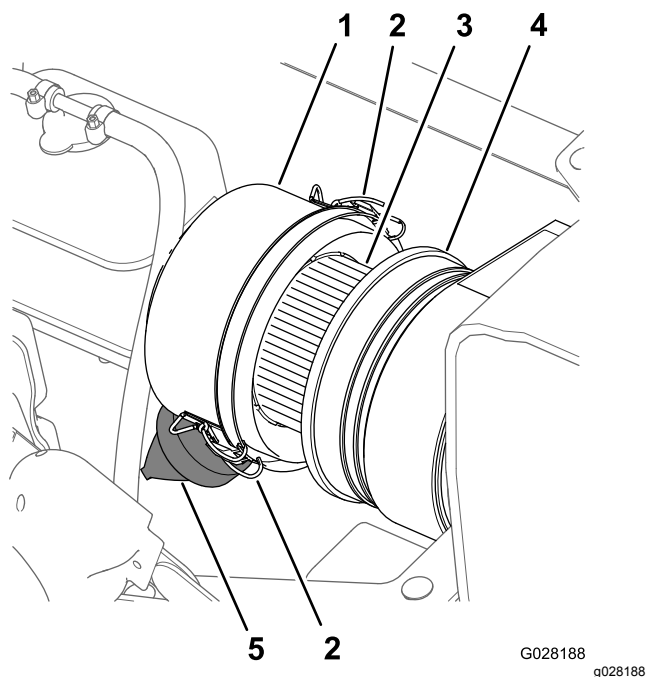
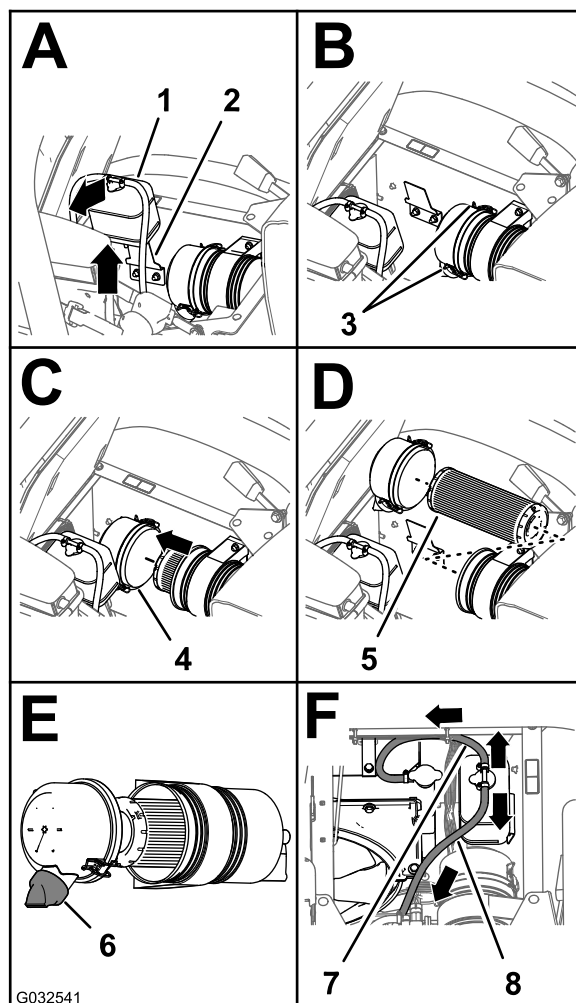

Figura 73
Figura 74
3. Limpie el tapón guardapolvo y el cuerpo del limpiador de aire (Figura 73).
4. Inspeccione la carcasa del limpiador de aire en busca de daños que pudieran causar una fuga de aire (Figura 73).
5. Apriete la válvula de polvo para limpiarla de suciedad, polvo y residuos (Figura 73).
7. Compruebe si el elemento del filtro de aire tiene una acumulación excesiva de suciedad, polvo y residuos (Figura 73).
8. Instale el tapón guardapolvo en el cuerpo del limpiador de aire, y sujete el tapón con los 2 enganches (Figura 73).
2. Limpie el tapón guardapolvo y el cuerpo del limpiador de aire (Figura 73).
3. Levante el depósito de expansión del refrigerante y retírelo del soporte del depósito (Figura 74).
4. Abra los dos enganches que sujetan el tapón guardapolvo a la carcasa del limpiador de aire (Figura 74).
6. Limpie el interior del tapón guardapolvo, la carcasa del limpiador de aire y la válvula de polvo con un trapo húmedo (Figura 73 y Figura 74).
7. Instale el elemento del filtro de aire en la carcasa del limpiador de aire (Figura 74).
8. Instale la tapa sobre el cuerpo del limpiador de aire y sujétela con los 2 enganches (Figura 74).
Nota: Asegúrese de que la válvula de polvo está alineada a una posición entre las 5 y las 7, vista desde el extremo (Figura 74).
9. Alinee el depósito de expansión del refrigerante con el soporte del depósito y coloque el depósito firmemente (Figura 74).
Importante: Asegúrese de que la manguera de alivio de presión está enrutada hacia delante y hacia abajo, y que la manguera de ventilación está enrutada hacia atrás, como se muestra en la Figura 74.